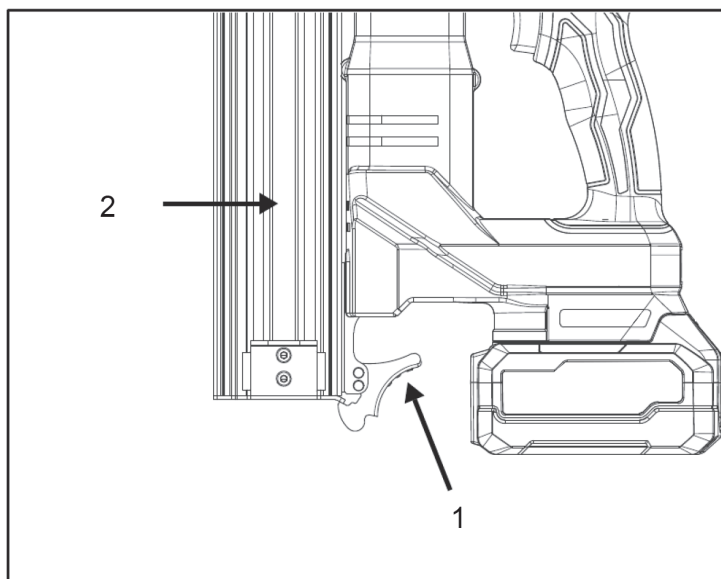

Рис. 9
- Нажмите рычаг разблокировки затвора магазина (поз. 1 Рис. 9) и отведите крышку магазина (поз. 2 Рис. 9) вниз.